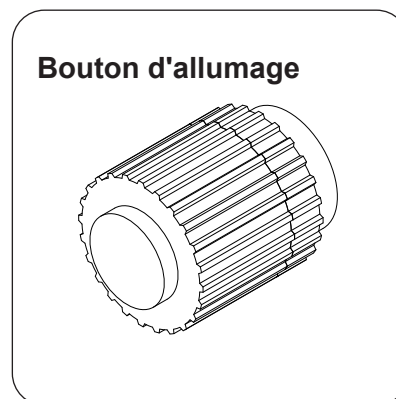

Fig. 32-1
- 3. Appuyez sur le bouton de l'allumeur électronique et maintenez-le enfoncé (voir Fig. 32-1). L'allumeur commencera à étinceler avec un clic rapide.